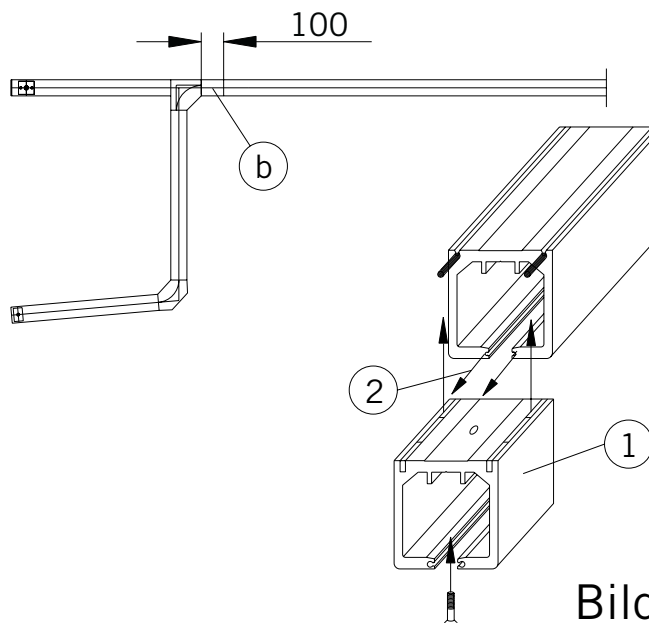

Bild 7
Bei der Montage wird das Revisionsstück wieder in den Schienenverlauf eingesetzt (1), verschraubt und die Führungsstifte (2) auf Mitte Stoß verschoben, um die Laufflächen zueinander zu fixieren. **(Bild 7)**